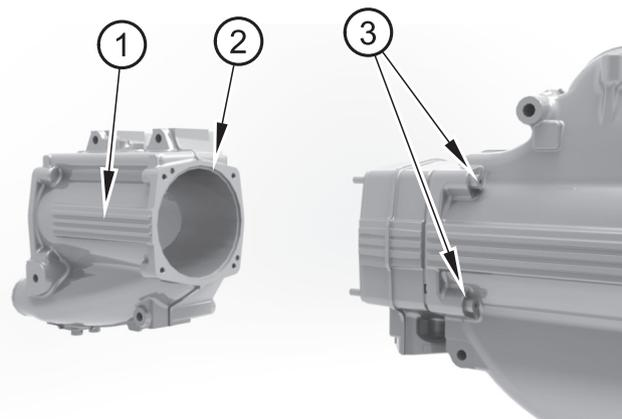

Figura 20
2. Svitare i bulloni (figura 20 voce 3) e rimuovere il corpo dello scambiatore di calore (voce 1). Sfilare l'O-ring (voce 2).